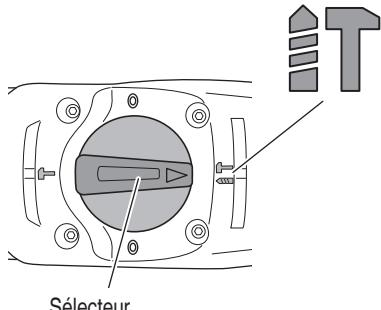

Fig. 7
(1) Commutation sur "rotation + percussion"
- (b) Alignez ▲ du levier du sélecteur et IT du couvercle de la manivelle comme illustré à la Fig. 7.